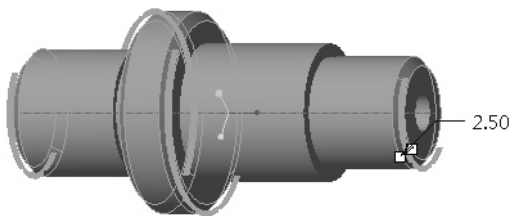

图 6-124 指定倒角集的边参考
4) 结合 $\langle \text{Ctrl} \rangle$ 键选择要倒角的边参考，如图 6-124 所示。